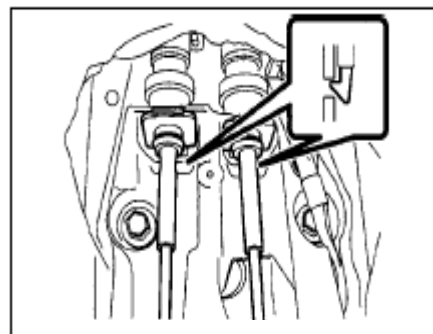

Рис.93
(1) Подсоедините кабели управления к рычагу переключения передач на полу.(рис.93)